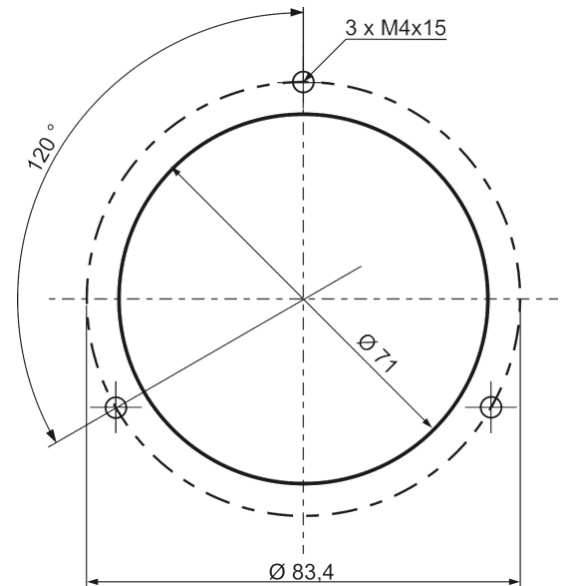

Abb. 5: Ausschnitt und Gewindebolzen, Maße in mm
- Bringen Sie auf der Rückseite der Frontplatte einen kreisförmigen Ausschnitt und 3 Gewindebolzen an, siehe Abb. 5.